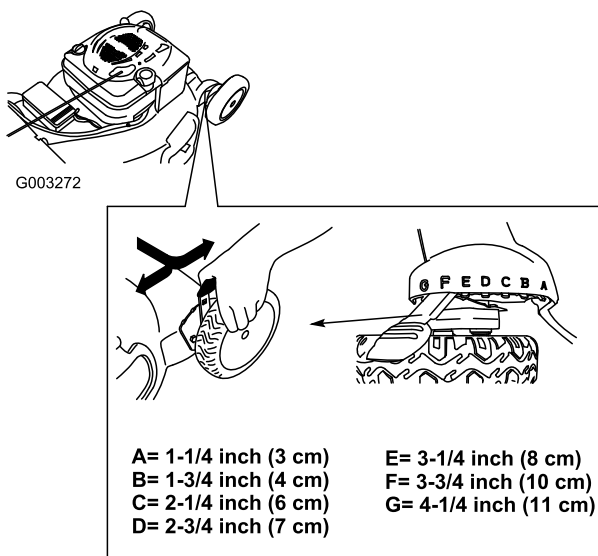

Figure 13
**Remarque:** Pour élever le plateau de coupe, déplacez les 4 leviers de hauteur de coupe en avant ; pour abaisser le plateau, ramenez tous les leviers en arrière (Figure 13).